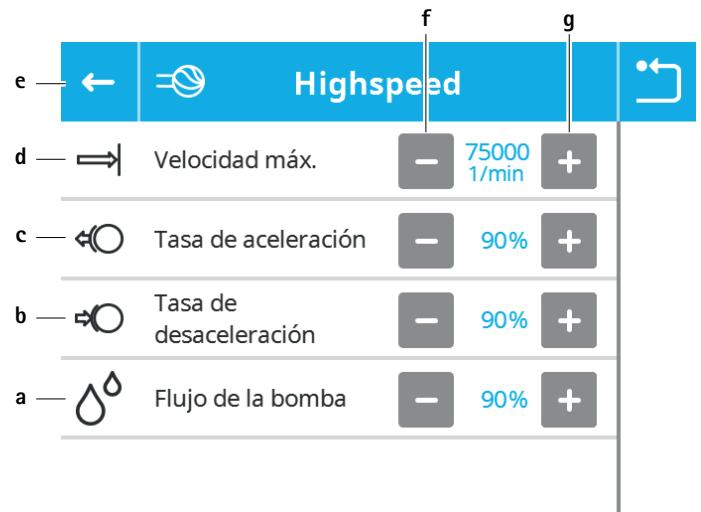

Fig. 10 Ajustes del motor – tipo de elemento de aplicación seleccionado
- Se abre el submenú del tipo de elemento de aplicación seleccionado, ver Fig. 10.